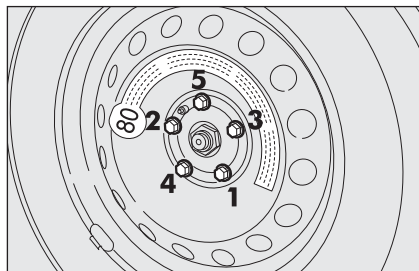

fig. 11
- ☐ mediante l'utilizzo della chiave in dotazione, serrare a fondo i bulloni, passando alternativamente da un bullone a quello diametralmente opposto, secondo l'ordine numerico illustrato in **fig. 11**.
- ☐ mediante l'utilizzo della chiave in dotazione serrare a fondo i bulloni secondo l'ordine numerico illustrato in **fig. 11**;
- ☐ abbassare la vettura ed estrarre il cric, quindi, mediante l'utilizzo della chiave in dotazione, serrare a fondo i bulloni secondo l'ordine rappresentato in precedenza per il ruotino di scorta **fig. 11**.